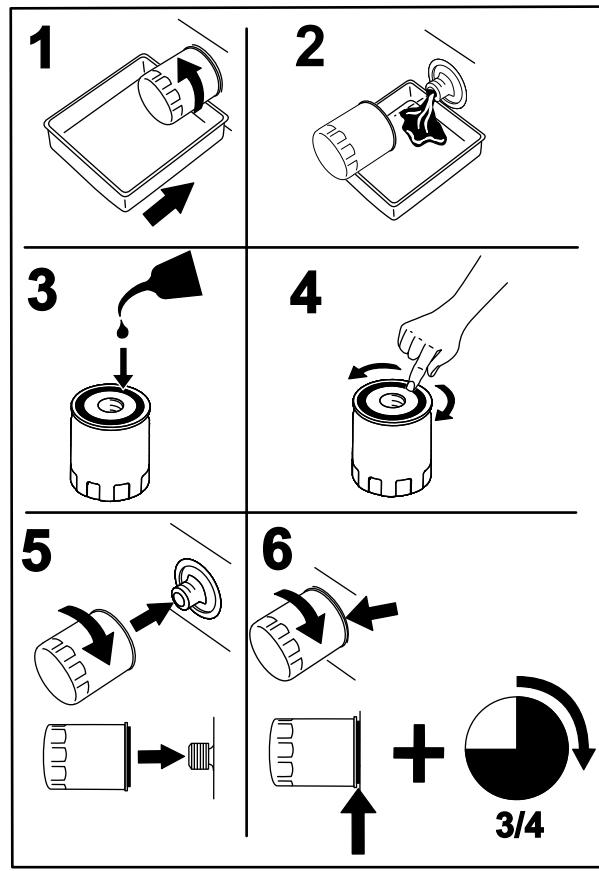

Figura 47
- Cambiate il filtro dell'olio del motore (Figura 47).